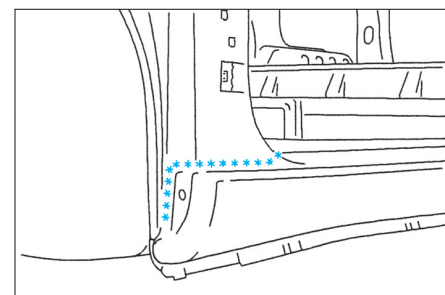
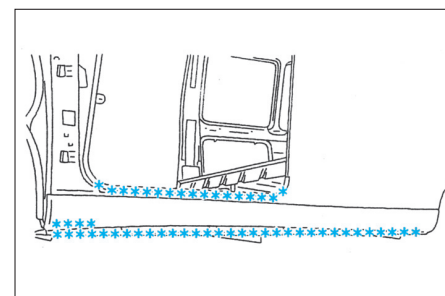

FIG. 60
FIG. 61
- Dégraffer les points à l'aide d'une fraise de Ø8 mm (Fig.60).
- Dégraffer les points à l'aide d'une fraise de Ø8 mm (Fig.61).
- Souder par points électriques (Fig.60) et (Fig.61).
- Souder par points bouchons MAG (Fig.60) et (Fig.61).